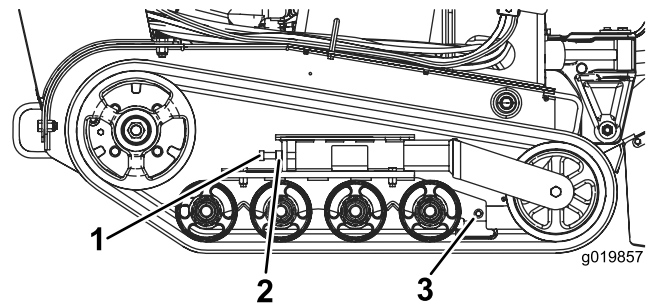

Figura 46
3. Allentate il controdado sul bullone di tensionamento dei cingoli (Figura 46).
4. Serrate il bullone di tensionamento a un valore compreso tra 32,5 e 40,7 Nm per stringere il cingolo (Figura 46).
4. Allentate il bullone di tensione e il controdado (Figura 46).